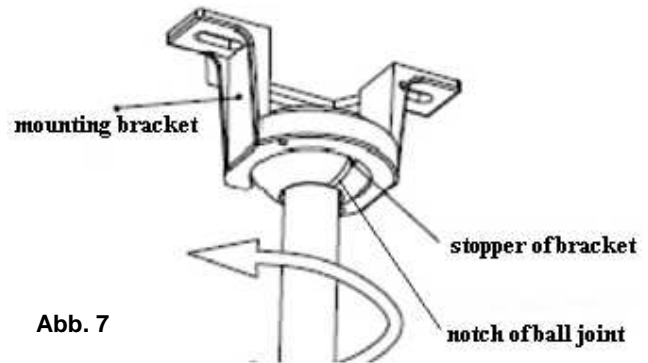

Abb. 7
1. Setzen Sie die vormontierte Haltestange an die Halterung an. Abb. 7